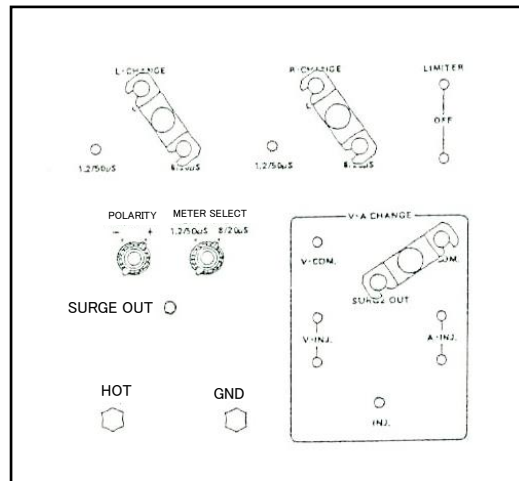

図 11
2. 出力波形切替部⑭を図11のように設定します。重畳切替部⑯には何も接続しないでください。
2. 電流チェック端子⑩に添付品の波形チェック端子を取り付け、10 : 1 プローブを接続します。
3. 出力波形切替部を図 11 のように接続します。HOT 端子⑪と GND 端子⑮を 5.5Sq 以上の電線でショートし、アクリル扉を閉めます。
5. SURGE ADJ ツマミ⑤を回して出力電流指示値を 2000A に合わせたら、トリガースイッチ⑦を押してサージを出力し、波形を確認します。
2. 出力波形切替部を図 11 のように設定します。HOT 端子⑩と GND 端子⑮を 5.5Sq 以上の電線でショートします。